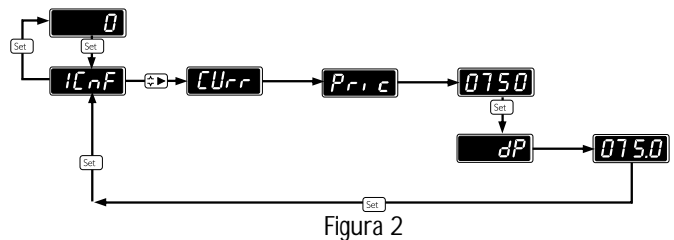

Figura 2
2) Finalmente seleccionaremos la posición del punto decimal, en este caso, haremos que ocupe la posición entre las unidades y las decenas, consiguiendo así una indicación de 75.0. (Figura 2)